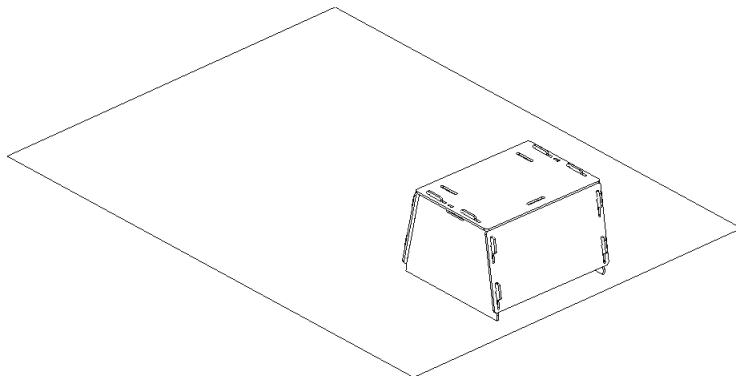

Рис. 11.6: Подставка для сканера на калибровочном шаблоне
2. Выровняйте подставку для сканера с прямоугольными метками на шаблоне, обращая внимание на ориентацию установочных отверстий в крышке подставки (см. Рис. 11.6).